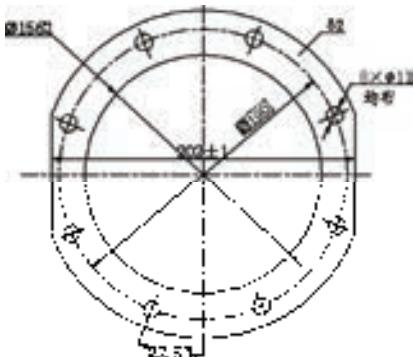
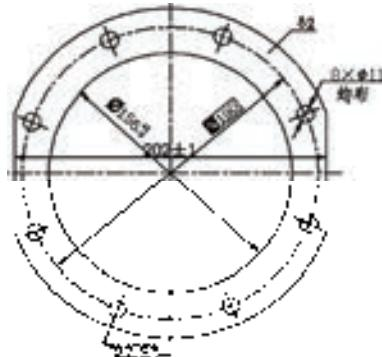

图 8-29 带公差直径标注
图 8-30 移动尺寸数字位置
8) 单击“标注”工具栏中的“直径”按钮 $\text{Q}$ ，标注内部同心圆，标注结果如图 8-29 所示。调整尺寸数字到适当位置，结果如图 8-30 所示。